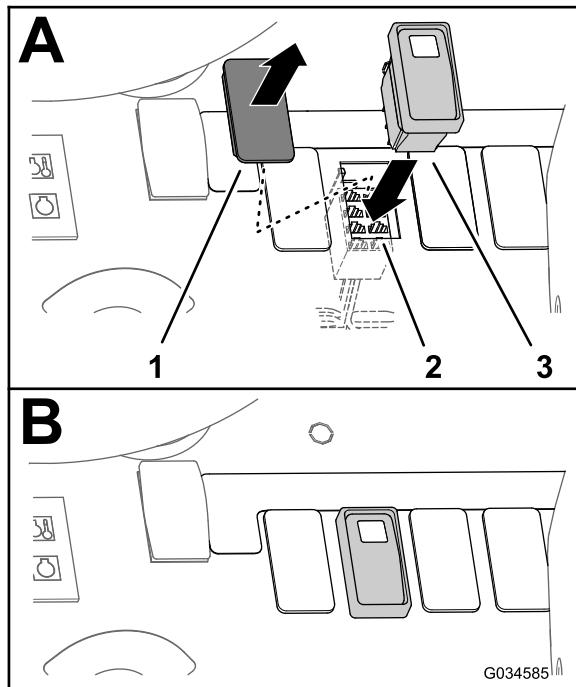
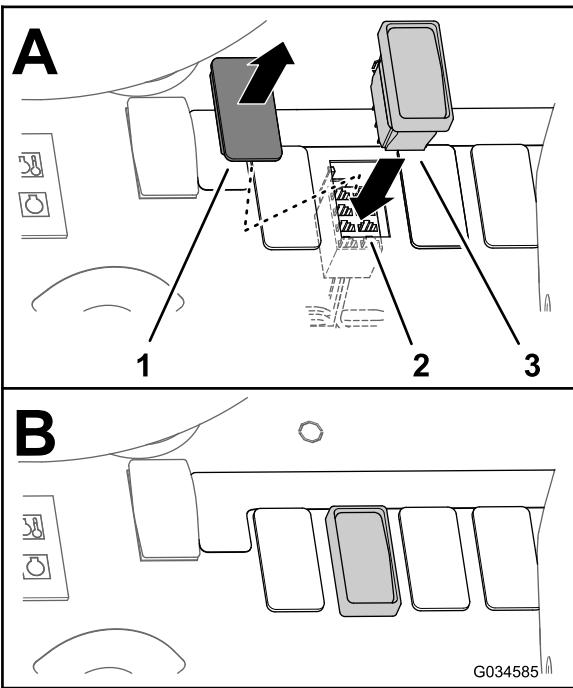

Figure 37
Figure 38
1. Retirez l'obturateur qui occupe l'emplacement de l'interrupteur du réservoir de rinçage sur le tableau de bord (Figure 37 ou Figure 38).
3. Amenez le connecteur à 8 douilles jusqu'au trou ouvert dans le tableau de bord (Figure 37 ou Figure 38).
4. Branchez le commutateur à 3 positions au connecteur à 8 douilles dans le tableau de bord (Figure 37 ou Figure 38).
5. Insérez le commutateur à 3 positions dans l'ouverture du tableau de bord jusqu'à ce qu'il s'enclenche solidement dedans (Figure 37 et Figure 38).